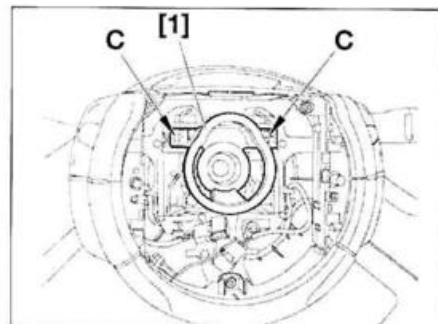

FIG. 4
- Clipear el útil [1] en "C" en el volante de dirección de mandos centrales fijos (fig. 4).